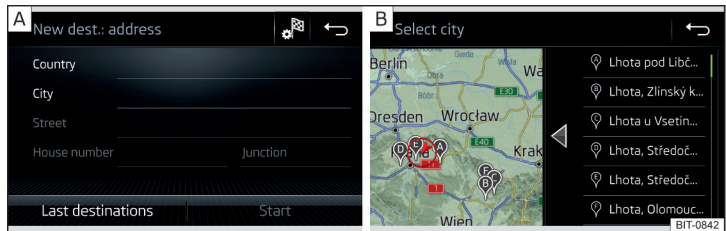

Fig. 159 Introducir destino a través de la dirección: Menú principal / Lista de los lugares seleccionados
- Introducir la dirección de destino y luego confirmar » fig. 159 - **A**.
Dependiendo de la cantidad de los lugares buscados puede visualizarse automáticamente un mapa con una lista de los lugares solicitados » fig. 159 - **B**.